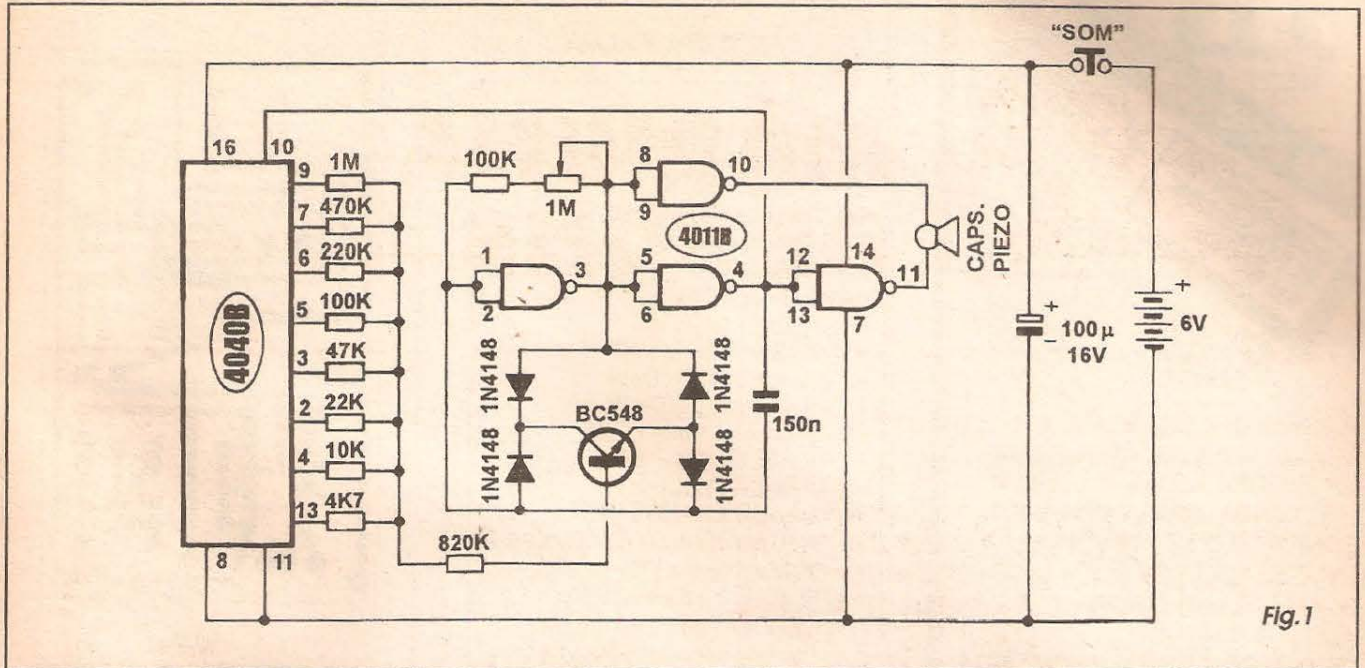

Fig. 1
- FIG. 1 - DIAGRAMA ESQUEMÁTICO DO CIRCUITO - Na verdade, quando dizemos que o circuito da MASON não é complexo, estamos *pregando uma mentirinha* (justificável...). O circuito, é sim, bastante complexo... Apenas que sua solução final, seu arranjo de componentes (principalmente graças aos dois integrados, super-versáteis, utilizados...) resultou *aparentemente simples*, com poucas peças, o que - na prática - é um sinônimo de *pouca complexidade*, pelo menos a nível de realização física da montagem... No centro operacional do circuito temos um VCO (oscilador controlado por tensão), desenvolvido sobre um arranjo convencional de ASTÁVEL com os *gates* do integrado 4011 delimitados pelos pinos 1-2-3 e 4-5-6, e cuja frequência básica de funcionamento depende do valor do capacitor de 150n, do ajuste dado momentaneamente ao potenciômetro de 1M (*seriado* com um resistor fixo de 100K para efeito de limitação superior da faixa de frequências...) e - principalmente - de um virtual *resistor controlado por tensão*, formado pelo estranho arranjo em *ponte* dos quatro diodos 1N4148 chaveado pelo transistor BC548...